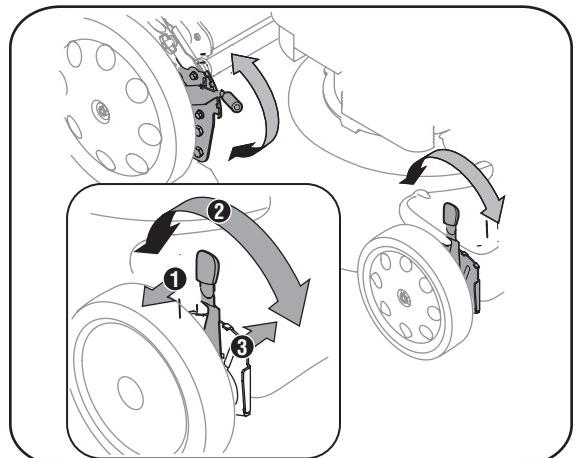

Figura 3-4
- b. Muévala a cualquiera de las nueve posiciones para la altura de corte deseada. Vea la Figura 3-4.